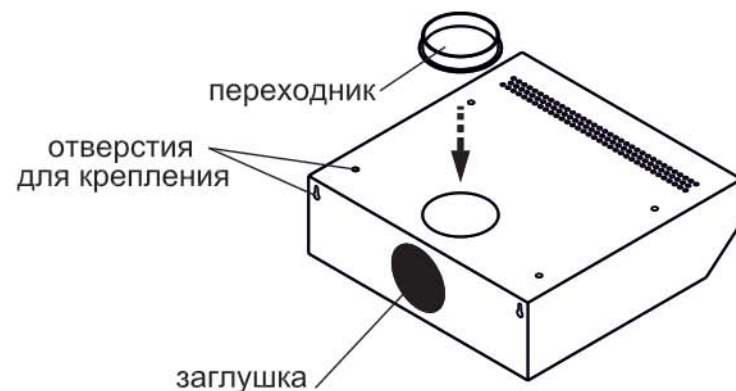
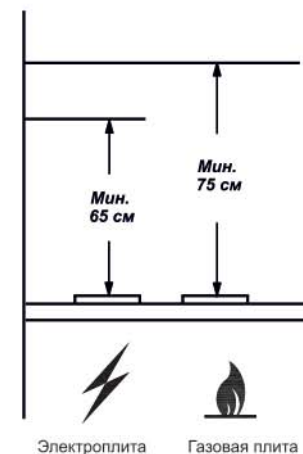

РИС. 6
РИС. 1
- присоедините к изделию воздуховод. Соединение осуществляется с помощью специального пластикового переходника, который вы найдете внутри корпуса изделия. Зафиксируйте переходник в верхнем положении (рис. 6).
- Заглушкой (рис. 6) закройте отверстие на задней стенке изделия.
При установке зонта соблюдайте указания п.1.2 ( рис.1). Разметьте и просверлите четыре отверстия, согласно отверстиям для крепления на верхней панели корпуса зонта вытяжного (рис. 6). Затем прикрепите зонт к полке.
1.2 Устанавливайте зонт на высоте, как показано на рис. 1.
4.6 Зонт устанавливайте над плитой в соответствии с рис. 1.